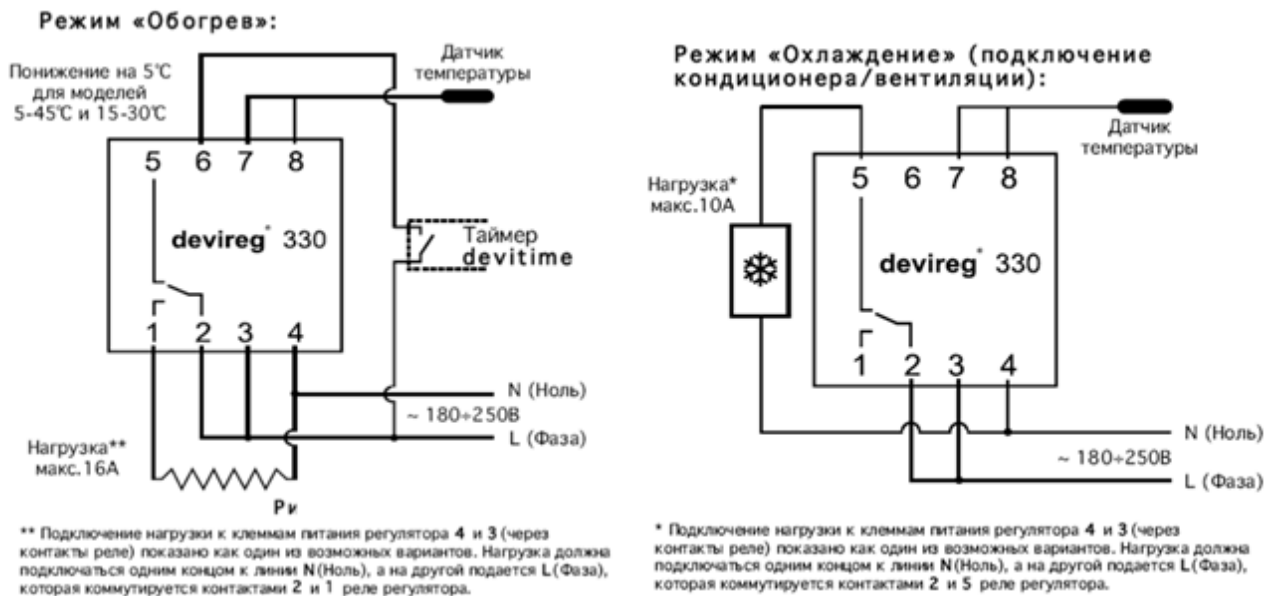

Рис.3. Схемы подключения DEVIreg™ 330.
2. Подключение терморегулятора производится согласно монтажным электрическим схемам (рис.3)